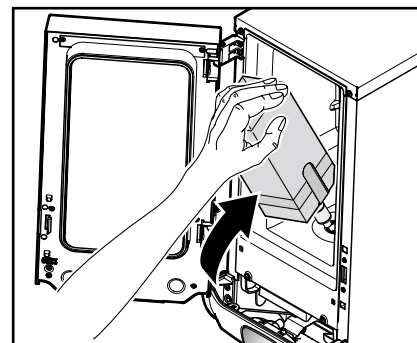

Fig. 20
7. Inserire il pacchetto di prodotto (fig. 20).